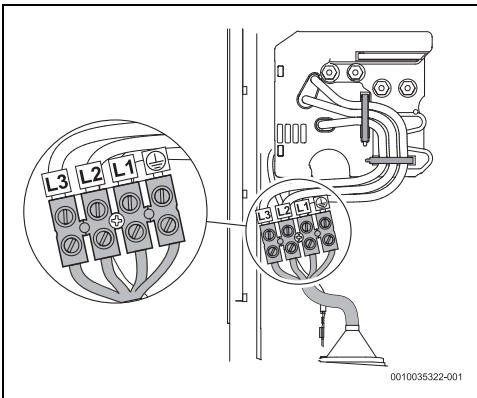

Fig. 102 Raccord inférieur
- Raccordement inférieur (fig. 102)